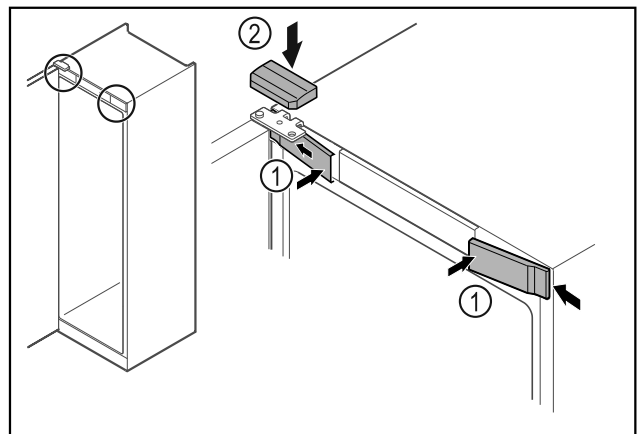

Fig. 27
- ▶ Enganchar las cubiertas delanteras Fig. 27 (1) lateralmente y encajarlas.
- ▶ Encajar la cubierta superior Fig. 27 (2) desde arriba.